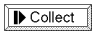

Figura 14: Aparato experimental para o pêndulo físico.
- Inicialmente, monta-se o sistema ilustrado na Figura 14 acoplando as duas hastes de 100 cm nos dois tripés, na vertical.